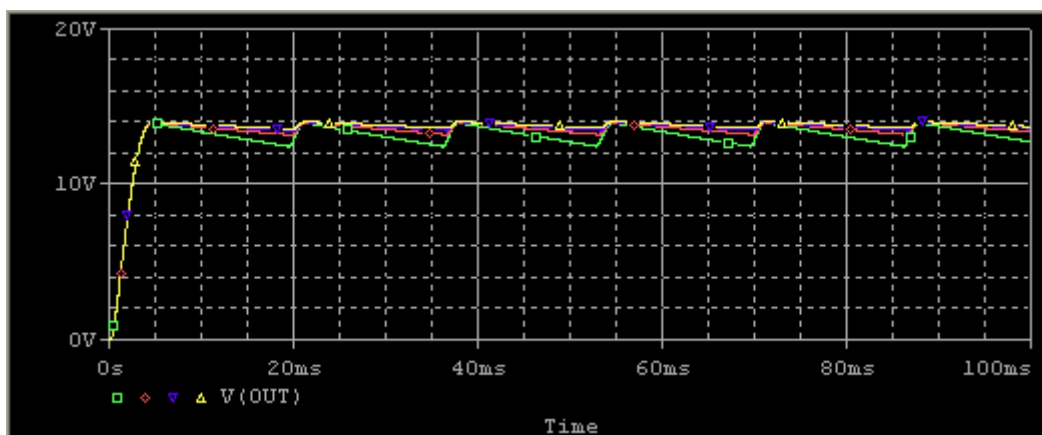

图 3.4.6: 负载电阻的参量扫描结果, 从 250 到 1000 Ohm 变化, 步长为 250 Ohm。
- 3) 添加 V(OUT)为显示踪迹，多踪迹将显示，如图 3.4.6。